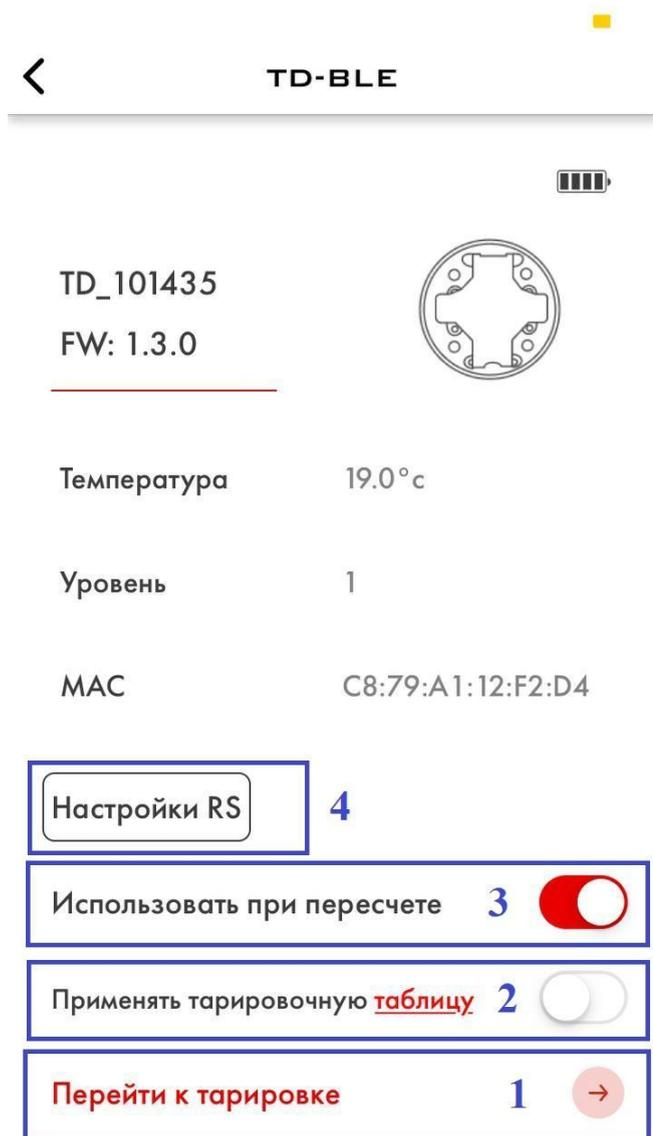

Рис. 54.1 Применять тарифовочную таблицу (2) и просмотр текущей сохраненной таблицы
2.7.7 Для применения таблицы обязательно активируйте переключатель применять тарифовочную таблицу (рис. 54.1, 2). Для проверки текущей сохраненной таблицы нажмите